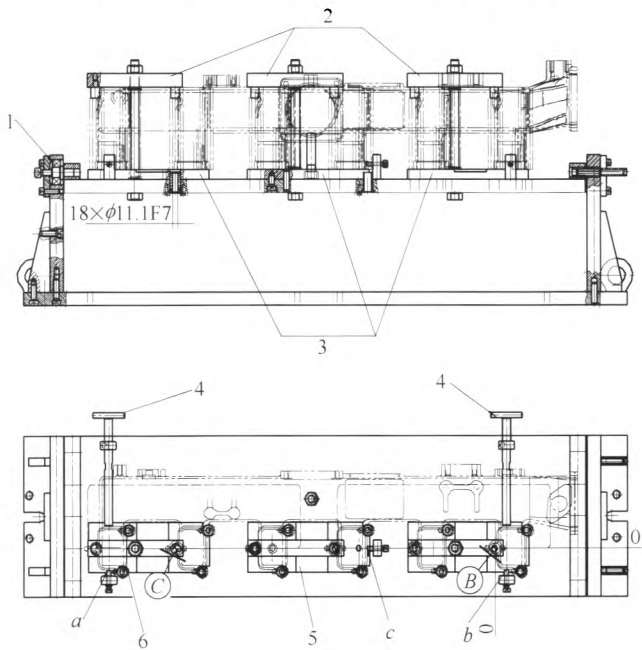

图 2
(1) 重机进气管深孔加工的工艺分析。根据我公司现有设备状况及此产品的图样要求，结合类似产品的加工经验，评审后建议采取摇臂钻直接钻削加工。对长径比超过 10 的两组共 12 个过孔采用夹具保证位置尺寸，两端分开钻孔对接加工，然后用铰刀校正对接错位台阶，钻孔时加乳化液冷却。具体工序路线如下：正面钻 12 个 $\phi 11$ mm，深 80 mm→从另一端钻 12 个 $\phi 11$ mm，钻通→铰刀校形，消除对接台阶。使用摇臂钻加工深孔，在同类产品相似孔的加工时均会出现锥形孔、喇叭口及偏斜孔等现象。因此，必须设计合适的夹具及合理的工艺，才能保证图样所要求的加工精度。
(2) 夹具设计。首先是 18 孔翻转钻具的设计：此设计需要限制 6 个自由度，保证产品的定位可靠。选取设计基准面 A 作为工件定位面，保证基准重合，减少定位误差。侧面长方向选择左右两端管外侧面各一毛坏点 a、b 作为定位点；另一侧面宽度方向定位点选择在第三管侧面的毛坏点 c 点。压紧机构选择中间一排孔的 6 个搭子上，同时因为考虑到此产品总长近 1 m，铸件存在变形，在 a、b 定位点的对应一端增加顶紧机构，以此尽量减少因变形造成的管壁厚累积偏差导致部分孔壁单边；同时因为深孔钻削时排屑困难，须在定位板跟钻套之间开排屑槽，便于排屑、散热。此设计为正面钻孔的翻转式夹具，如图 2 所示。